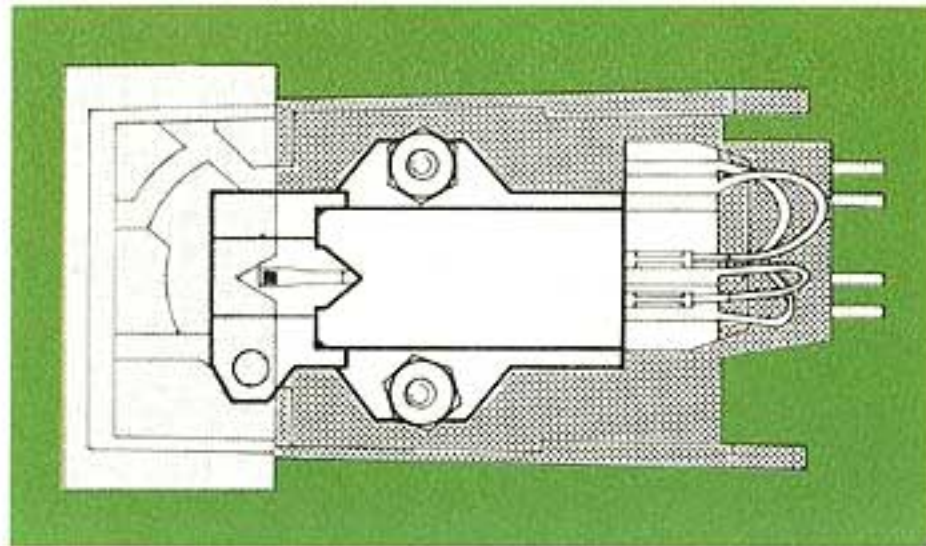

Fig. 13
1. Zur Montage des Tonabnehmersystems lösen Sie den Systemträger (3) vom Tonarm, indem Sie den Tonarmgriff (2) nach hinten drücken. Halten Sie dabei den Systemträger fest, da er nach Öffnen der Verriegelung herunterfällt.
2. Befestigen Sie das Tonabnehmersystem unter Verwendung des dem Tonabnehmersystem beigefügten Zubehörs auf dem Systemträger. Zu beachten ist, daß sich die Abtastnadelspitze - von oben betrachtet - mit der V-förmigen Aussparung der Systemlehre deckt (Fig. 13).
1. To mount the cartridge, detach the cartridge holder (3) from the tonearm by pressing the tonearm lift (2) backward, while holding the cartridge holder with your hand to prevent its falling down when the lock is released.
2. Using the hardware provided, mount the cartridge on the cartridge holder. Make sure that the V-shaped recess of the stylus tip - as seen from above - covers the cartridge gauge. (Fig. 13).